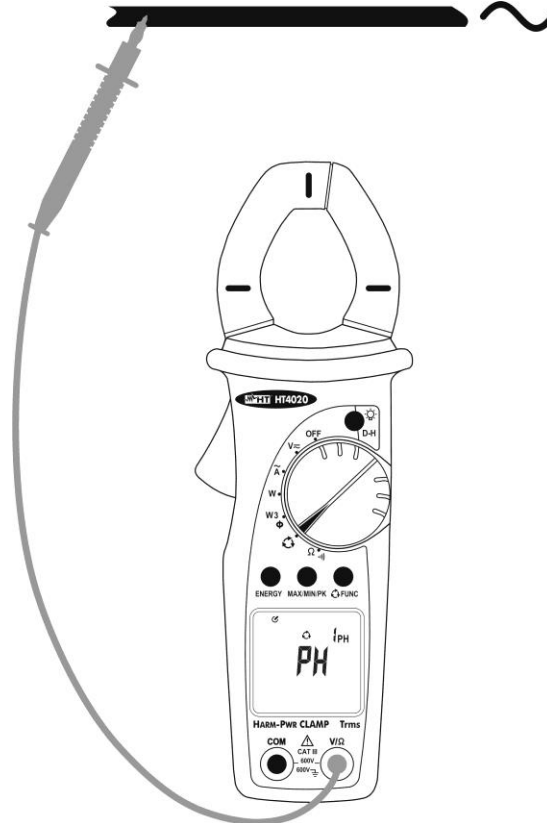

Abb. 15: Spannungsprüfung
3. Verbinden Sie die rote Prüfspitze mit der Phase L1. (s. Abb. 15). Falls nötig, kann die rote Prüfspitze an der Gummischutzkappe befestigt werden